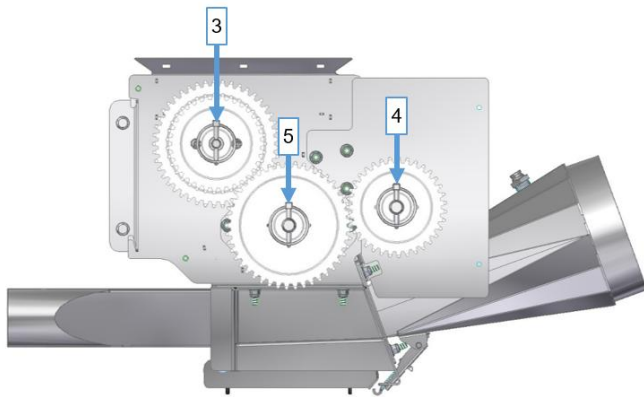

Abbildung 34
Es besteht die Möglichkeit die Übersetzung des Säuellenantriebs zu ändern. Ab Werk (siehe Abbildung 34) ist am Motor ein Zahnrad [5] (Zähnezahl=35) und bei der Säwelle ein Zahnrad [4] (Zähnezahl=45) verbaut, Übersetzungsverhältnis (i) = 0,78. In diesem Modus erreicht die Säwelle eine max. Drehzahl von ca. 80 U/min. Wenn diese Drehzahl nicht ausreicht können die Zahnräder nach folgendem Ablauf getauscht werden:
- Zuerst die 2 einzelnen Zahnräder (Motor [5] und Säwelle [4]) abnehmen. Danach das Doppelzahnrad vom Rührwerk [3] abnehmen (siehe Abbildung 34).